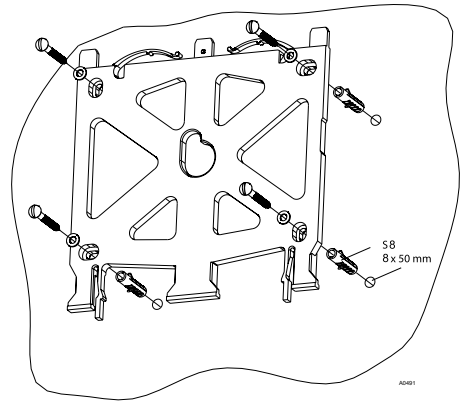

Abb. 8: Wandhalterung anbauen
5. ➔ Schrauben Sie die Wandhalterung mit Unterlegscheiben an, siehe Abb. 8